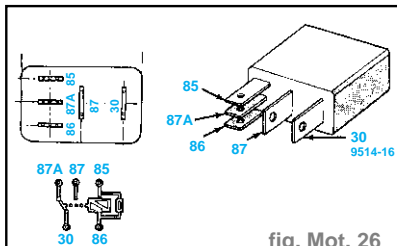

fig. Mot. 26
- La description suivante du fonctionnement et des essais s'applique uniquement aux relais de coupure automatique (ASD) et de pompe à carburant. Les bornes de la base de chaque relais sont numérotées. (fig. Mot. 26 ou 27)